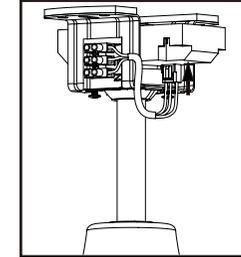

Fig3
3. Connectez le câble femelle à 3 broches au récepteur et reliez les fils au connecteur du support de suspension. (Fig3) Reportez-vous au schéma d'essorage.